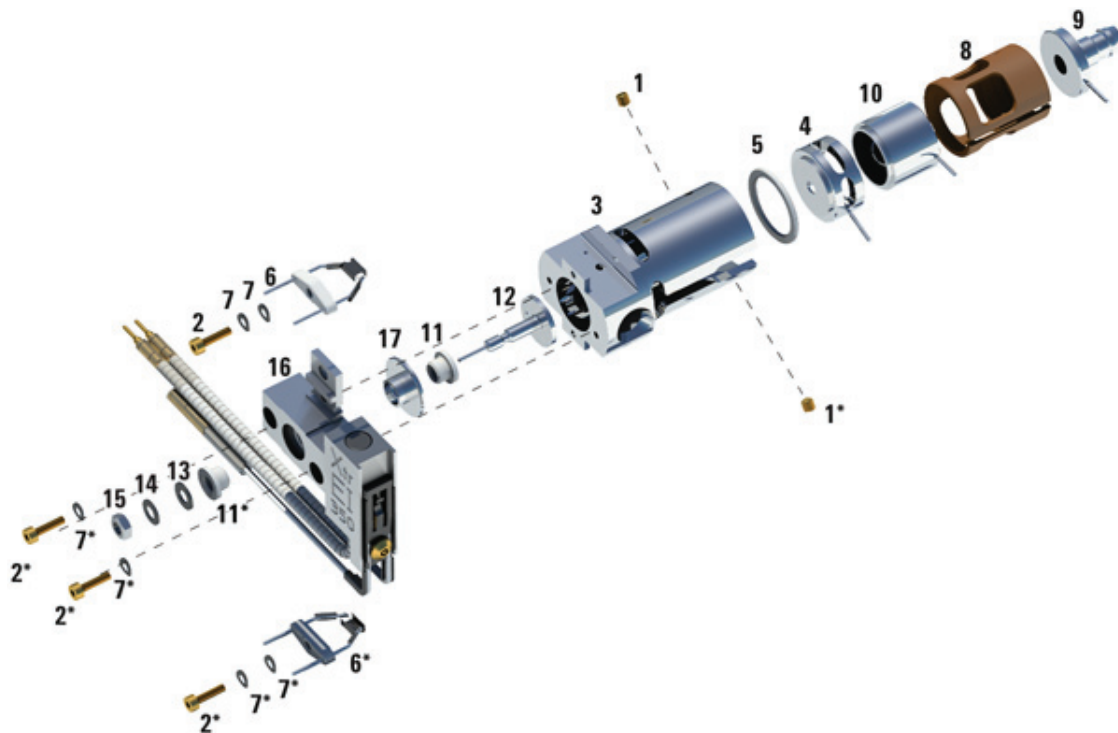

Figura 63. Montagem da fonte Hydrolnerte EI
Consulte a visão explodida das peças na **Figura 63** e a lista de peças HyrdoInert EI na **Tabela 25** na página 211, enquanto estiver usando este procedimento.
- 3 Insira a lente de entrada e a lente de enfoque iônico no isolante conforme a ordem mostrada abaixo (**Figura 63** na página 210).
Tabela 25 Lista de peças para a fonte Hydrolnert EI (Figura 63)